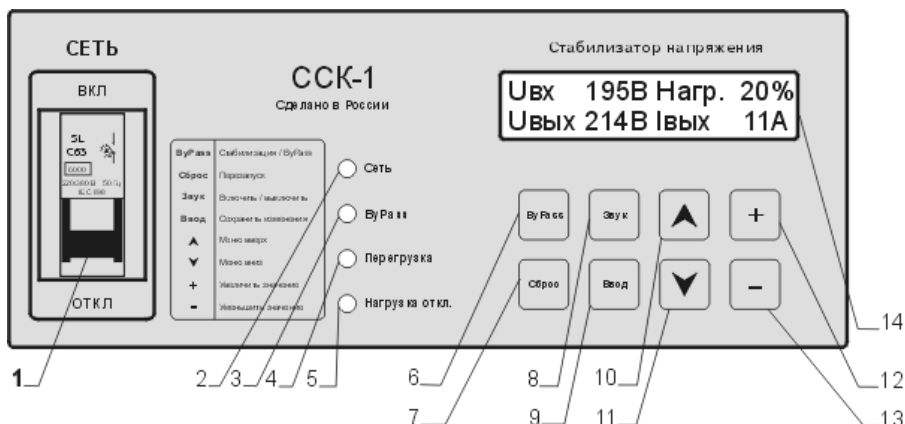

Рис.4. Панель управления и индикации.
10-панель управления (см.рис.4), 11-передняя панель, 12- узел крепления
На панели управления и индикации (см.рис.4) находятся: автоматический выключатель «Сеть» (1), светодиодные индикаторы (2...5), табло ЖКИ (14) и клавиатура управления (6...13).